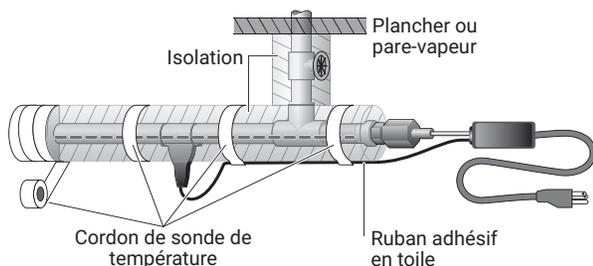

**Figure 9**
à l'extrémité du « tuyau ajouté » conformément aux codes locaux, puis insérez complètement le câble dans le tuyau d'alimentation en eau par l'extrémité du tuyau, comme indiqué à la figure 9.
**Remarque : ne fixez pas la sonde de température sur une section de tuyau se trouvant à l'intérieur, ou sur une section où l'eau ne s'écoule pas (comme le tuyau ajouté), comme le montre la figure 9.**